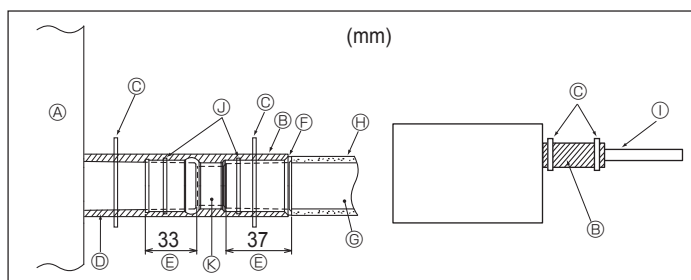

Fig. 3-5
1. Ligue o bocal de drenagem (fornecido com a unidade) à porta de drenagem. (Fig. 3-5) (Fixe o tubo com adesivo PVC e depois ate-o com uma banda.)
[Fig. 3-5]